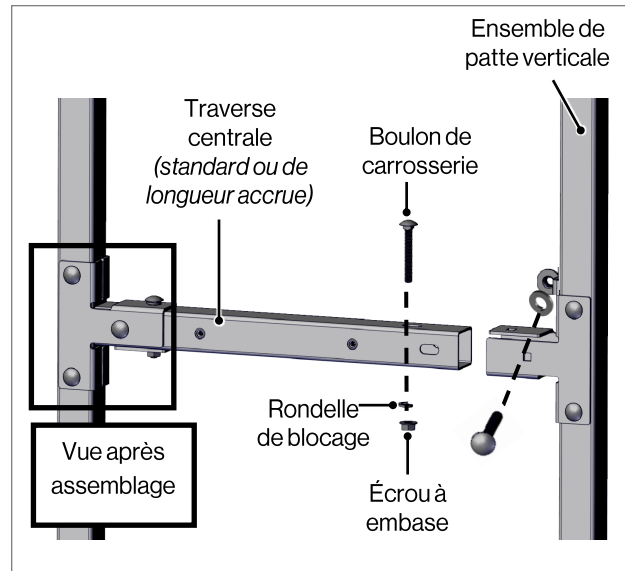

Fig. 4
2. Fixez la traverse centrale standard (article #3) ou de longueur accrue (article #13) aux ensembles de pattes verticales avec quatre (4) boulons de carrosserie, quatre (4) écrous à embase et quatre (4) rondelles de blocage (Fig 4).